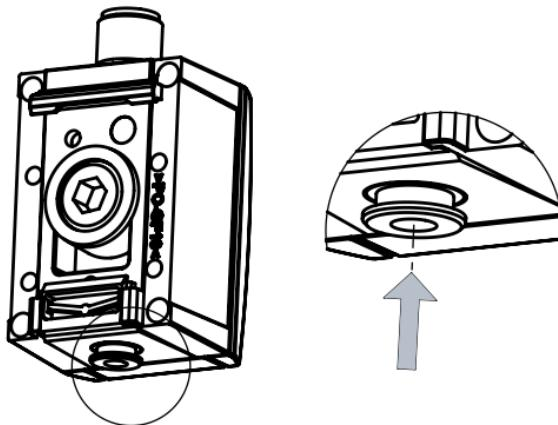

Abbildung 12: Steckanschluss für Pneumatikschlauch 4 mm (Push-In-Fitting, PIF)
5.5 Druckanschluss über Steckverbindung für Pneumatikschlauch (Push-In-Fitting, Abbildung 12)